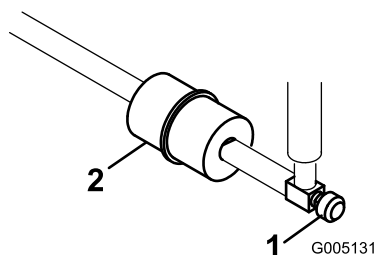

図 36
インラインタイプの燃料フィルタが、燃料タンクとキャブレタの間に設置してあります 図 36。
1. 燃料バルブを閉じる 図 36。
2. フィルタの下に回収容器を置き、フィルタのキャブレタ側のホースクランプをゆるめて燃料ラインからフィルタを外す(図 36)。
3. もう一方のホースクランプをゆるめてフィルタを取り出す 図 36。